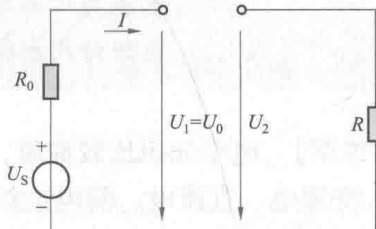

图 1-4 电路的开路状态
(2) 开路(断路)。电路的某一处或几处因为意外原因断开了,由于电源与负载接通,此时电路中没有电流通过,又称为空载状态,如图1-4所示。